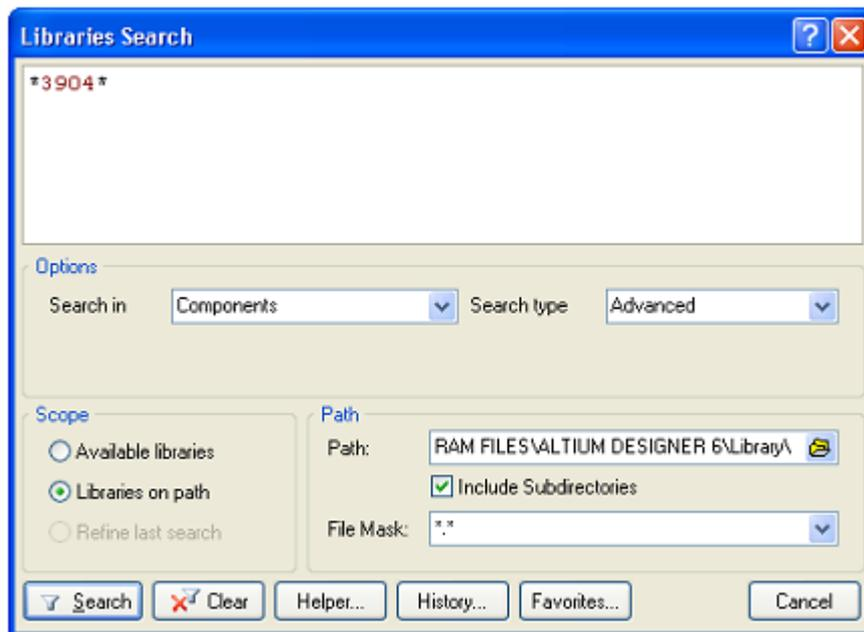

图 6-5 库搜索对话框
2. 在 Library 面板中点击 Search in 按钮，或者通过选择 Tools>>Find Component，来打开 Libraries Search 对话框，如图 6-5 所示。